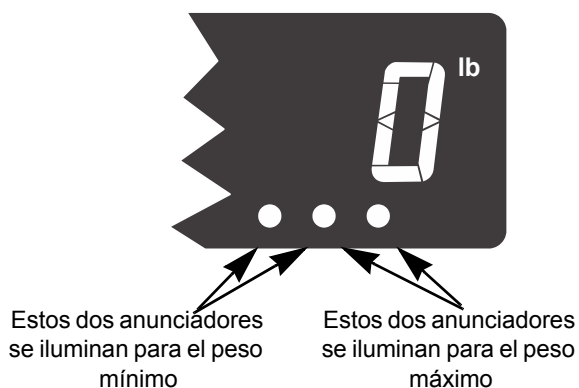

Figura 3.3 Anunciadores mín/máx
Sólo se muestra el peso más alto aplicado a la balanza cuando se selecciona la visualización del valor del peso pico. El peso mínimo es designado por un par de anunciadores de *círculo* verde. El peso máximo es designado por un par distinto de anunciadores de *círculo* verde. Consulte la figura 3.3.
1. Presione repetidamente **SELECT** (SELECCIONAR) hasta que se iluminen los dos anunciadores de círculos verdes de la derecha. Consulte la figura 3.3. Esto significa que ahora visualiza el peso pico o máximo.